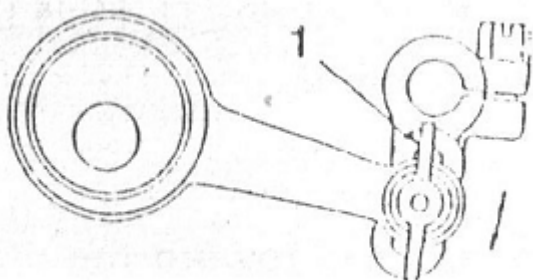

Fig.11
1. Ослабьте винт (1), переместите тягу вверх или вниз по пазу, в зависимости от того, нужно ли вам увеличить или уменьшить подъем лапки. Рисунок 11.